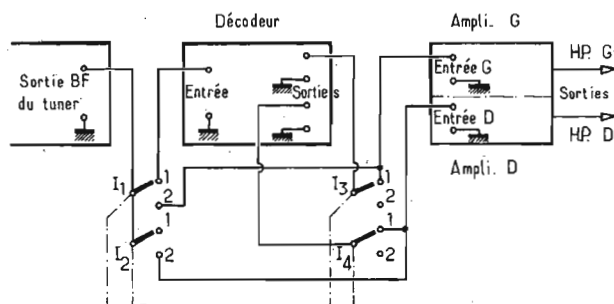

Fig. 2
En (C) on montre comment on peut passer par-dessus le décodeur à l'aide d'un commutateur. Ce dispositif peut intéresser les amateurs de très haute fidélité. La figure 2 donne le schéma de ce dispositif de commutation. On